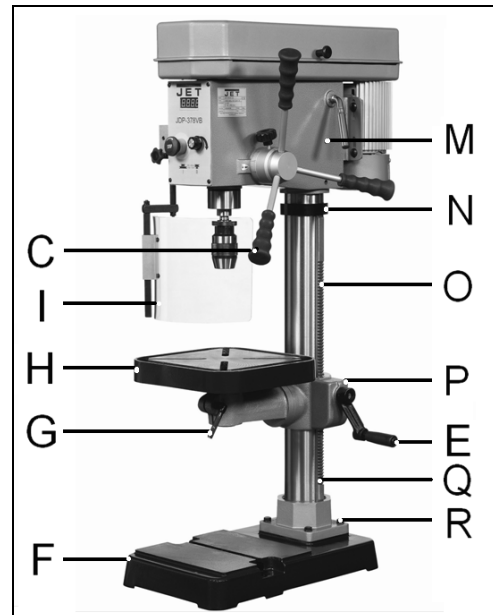

Fig 3
Befestigen Sie die Säule (Q, Fig 3) am Maschinensockel (F); die 4 Sechskantschrauben (R) gut festziehen.
Den Säulenflansch (P, Fig 3) mit eingeführter Zahnstange (O) auf der Säule montieren.
Den Arbeitstisch (H, Fig 3) montieren.
Den Klemmhebel (G, Fig 3) einschrauben.